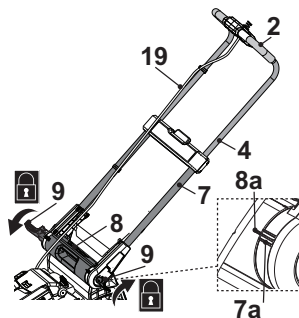

Fig. 2
3. Fixez l'assemblage du guidon en repliant le levier de verrouillage (9) vers la poignée de transport (8). Si le levier de verrouillage (9) ne se replie pas, dévissez-le et essayez de le replier à nouveau. S'il n'est pas assez serré, revissez le levier de verrouillage (9) en le tournant dans le sens horaire (Fig. 2).
**NOTE:** au premier montage, fixez l'assemblage du guidon avec les leviers de verrouillage (9) en position intermédiaire du mécanisme de réglage de l'inclinaison en alignant le repère (7a) avec l'indicateur (8a) de la poignée de transport (8). Assurez-vous que l'assemblage du guidon soit réglé à la même hauteur de chaque côté.